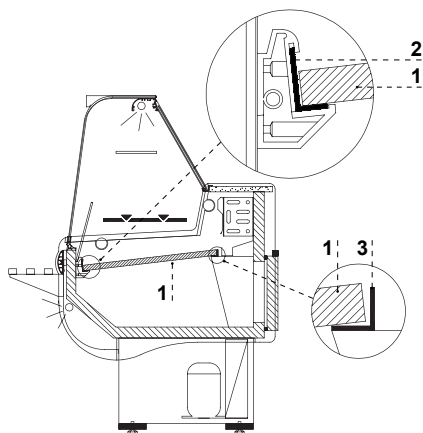

Рис.3 Монтаж экспозиционных полок
1. Установить экспозиционные полки Рис.3/1 (стр.34)